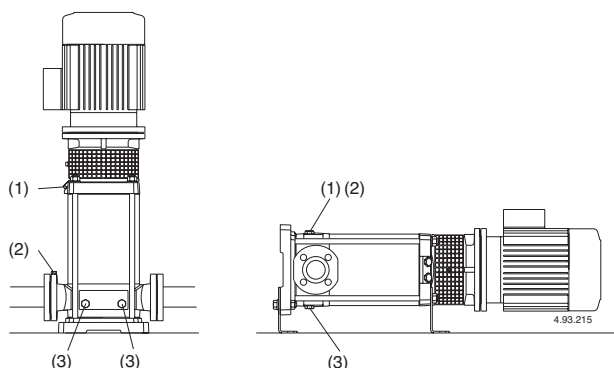

Рис. 4 (1) Наполнение и отдушина
При положении насоса выше уровня перекачиваемой жидкости (работа в режиме всасывания, рис. 3А) или при недостаточной высоте напора (менее 1 м) для открытия обратного клапана наполните всасывающую трубу и насос через соответствующее отверстие (1) (рис. 4).
Во время наполнения винт со штифтом (14.17) в сливной пробке (14.12) должен быть откручен, чтобы имелось соединение между камерой подающей части и камерой всасывающей части (рис. 4а).
Рис. 4а Наполнение:
Рис. 4б При работе: внутренний
При работе под гидравлическим напором (рис. 3В) наполняйте насос, медленно открывая задвижку на всасывающей трубе до полного раскрытия; при этом, задвижка в подающей трубе и отдушины (1) и (2) должны быть полностью открыты (рис. 4), чтобы выпустить воздух.
Закрыть отдушины (1) и (2) (рис. 4).
Для MXV–B, MXV(L) 25–32–40 и MXV(L)4 25–32–40 Затяните игольчатый винт (14.17) в сливной заглушке (14.12) (рис. 4б) и закройте отверстие для выпуска воздуха (14.04).
Если заливка прерывается (непостоянный поток на подаче при открытых задвижках) или если давление на манометре колеблется, провести повторный выпуск воздуха на всасывании (2), проверить герметичность всех соединений всасывающей трубы и крепко затянуть выпускную заглушку (2) и сливные заглушки (3) со стороны всасывания (рис. 4).
По возможности, как в случае временной работы с грязными жидкостями, прокачайте через насос немного чистой воды для удаления осадков. Либо, после слива воды, промойте насос, залив не менее 40 л чистой воды в заливочное отверстие (1) со стороны подачи и дав ей выйти через сливное отверстие (3) со стороны всасывания (рис. 4).
Перед разборкой насоса отсоединить провод от зажимной коробки, закройте задвижки на всасывании и подаче и слейте жидкость из корпуса насоса (рис. 4).